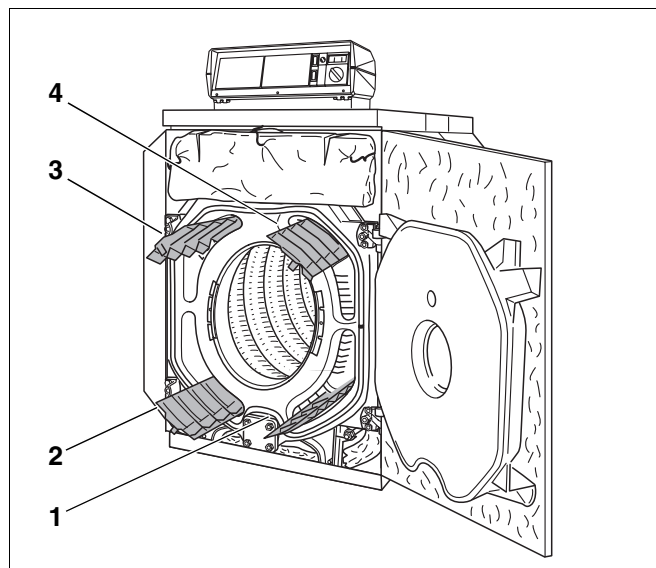

Abb. 71 Heizgaslenkplatten entnehmen
- Heizgaslenkplatten nach vorne aus den Heizgaszügen entnehmen (Abb. 71, **Pos. 1 bis 4**).